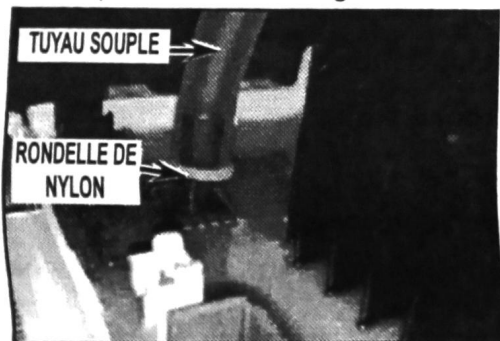

FIGURE 1
2. Le module de commande de l'appareil (ACU), en tant que pièce de rechange, doit posséder une rondelle en nylon sur le raccord du capteur de pression. Voir la *Figure 1*.
3. Remplacer le module ACU et introduire le tuyau de pression souple sur le raccord du capteur de pression jusqu'à ce qu'il soit en contact contre la rondelle. Voir la *Figure 1*.